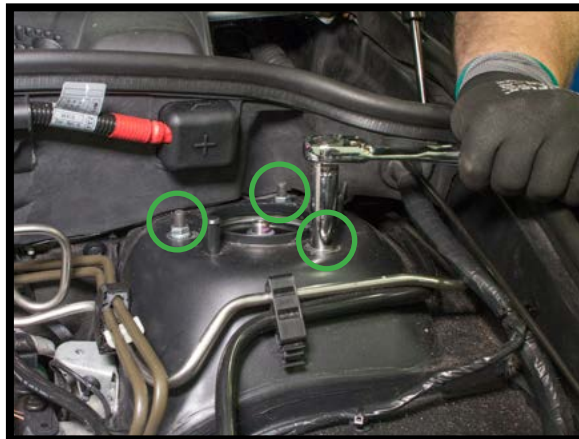

FIGURE 16
7. OUVRIR LE CAPOT ET REPOSER LES TROIS ÉCROUS DE SUPPORT DE MONTAGE SUPÉRIEUR. (FIGURE 16)